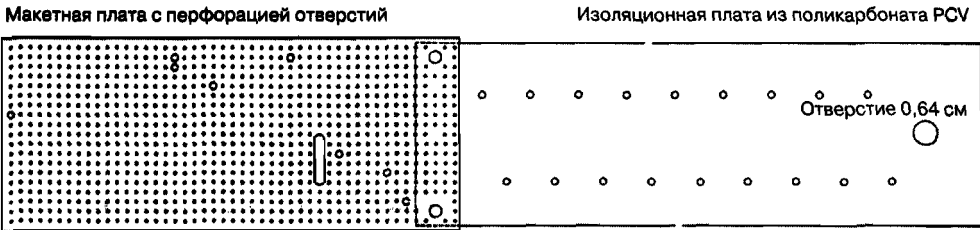

Рис. 22.3. Изготовление платы запускающего генератора и умножителя
- Вырежьте из заготовки макетную плату с перфорацией отверстий 0,25 см и размерами 12,19×7,37 см. Вырежьте пластину из поликарбоната размерами 25,4×7,37×0,16 см для изоляционной платы, на которой будет размещена высоковольтная часть устройства (без трансформатора Т1) – 10 секций умножителя. Наметьте и просверлите отверстия, как показано на рис. 22.3. Опцию печатной платы РСВ можно приобрести в фирме Information Unlimited.